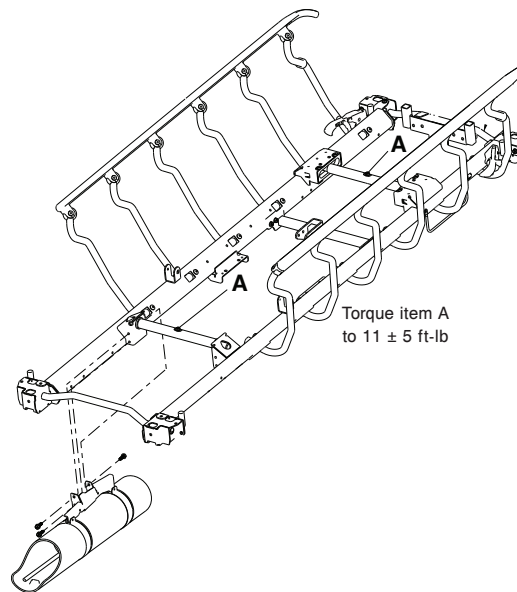

Figure 22 – Retrait du plan de couchage
4. À l'aide d'une douille de 1/2 po avec une extension de clé de 3/8 po et une clé à cliquet de 3/8 po, retirer les deux vis à tête hexagonale à embase (A) (du côté tête et du côté pieds) qui fixent les tubes de support de vérin aux tiges de vérin (Figure 22).